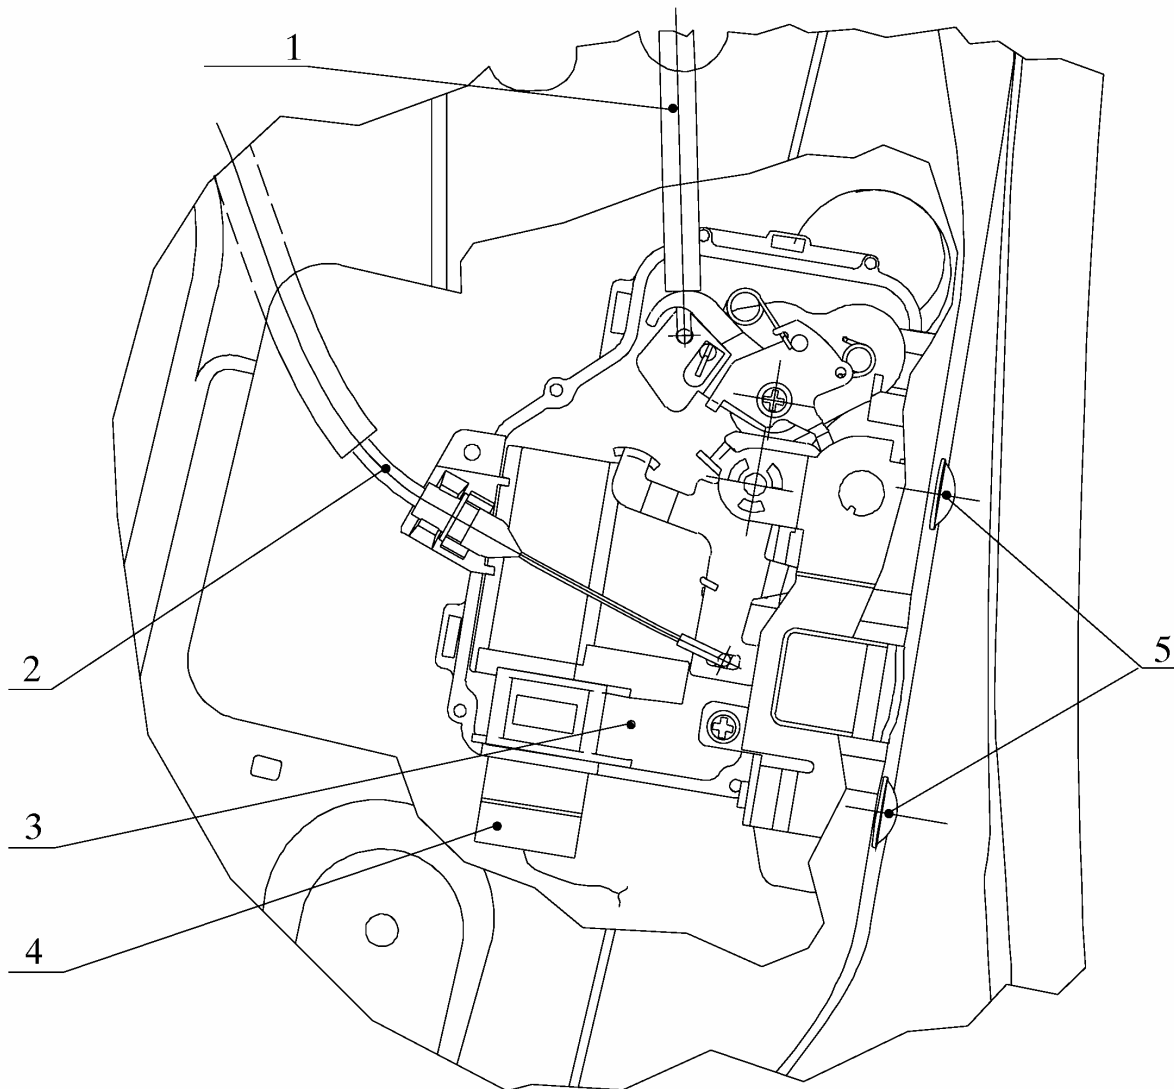

Рис. 16. Снятие замка передней левой двери :
4.1.6. **Отсоединить колодку 4** (рис.16) жгута проводов от замка 3.